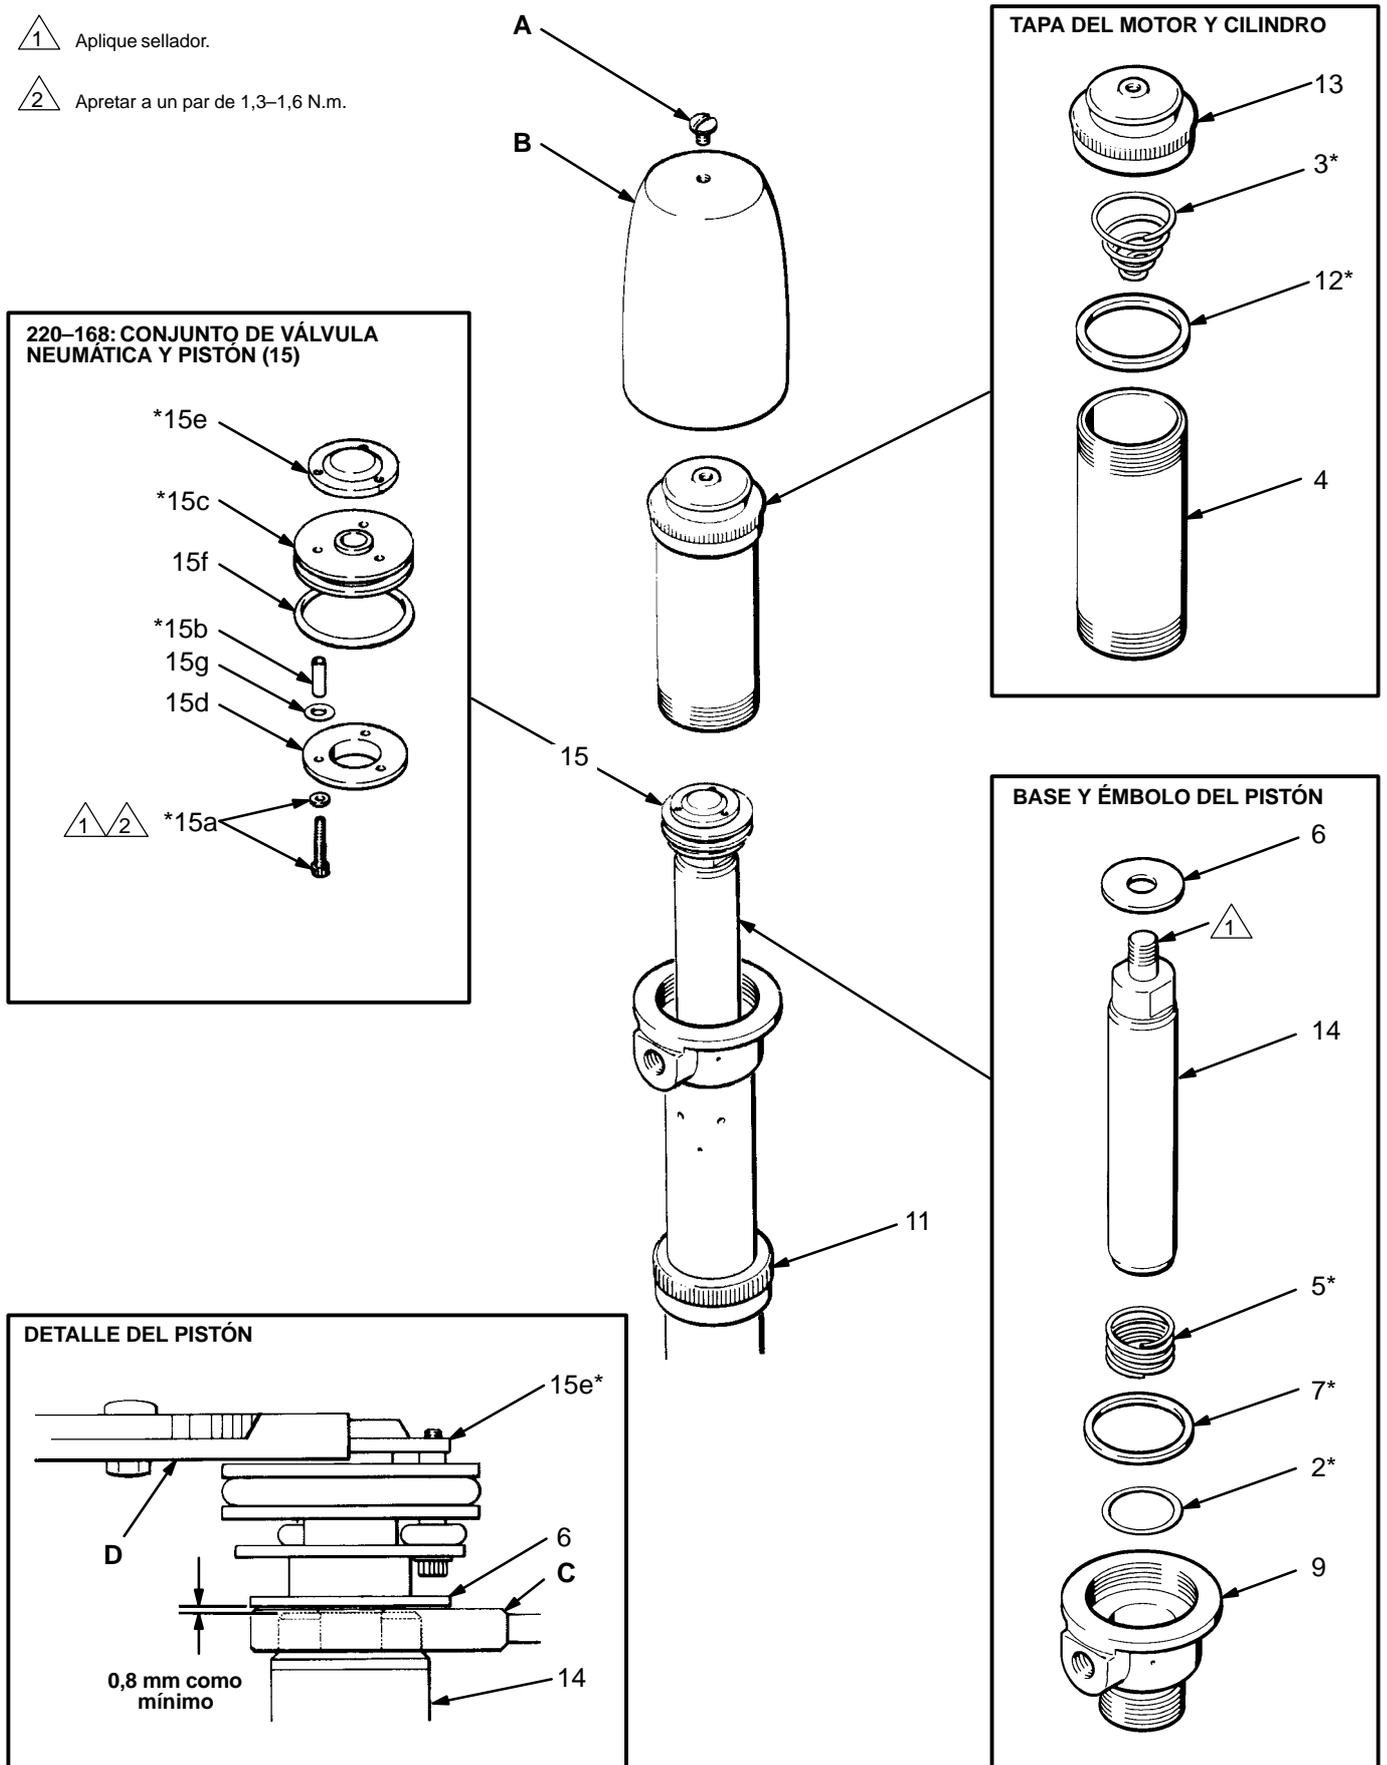

Fig. 2
1. Si su bomba está provista de una protección para el motor (B), desenrosque el tornillo de sujeción de la protección (A) y separe ésta del motor neumático. Vea la Fig. 2.
2. Desenrosque el cilindro (4) de la base del motor neumático (9) y sepárelo del pistón de aire (15).
3. Desenrosque la tapa del cilindro (13) del cilindro (4). Para sacar el muelle (3), apriete suavemente por debajo de la bobina, en la dirección de la espiral. Revise el muelle (3) y la junta (12) y reemplácelos si fuera necesario.
4. Para desenroscar el pistón del vástago, consulte el detalle del pistón, en la Fig. 2. Aplique unos alicates (D) en la placa de escape del aire (15e) y una llave (C) en el vástago del pistón (14).
5. Retire los tres tornillos de cabeza (15a) y desmonte el pistón (15). Limpie todas las piezas con un disolvente compatible y seque con aire. Compruebe los daños y el desgaste y, si fuera necesario, reemplácelo. Si algún espaciador de placa de la válvula (15b) estuviera dañado, reemplace los tres al mismo tiempo para mantener la holgura correcta entre las placas de la válvula (15d y 15e).
6. Saque la arandela (6), el muelle inferior (5), y la junta (7). Compruebe los daños y el desgaste y, si fuera necesario, reemplace.
7. Desconecte el vástago del pistón (14) de la varilla de conexión de la bomba y extraiga el vástago del pistón de la base del motor neumático (9). Saque la junta tórica (2\*). Inspecciónela y reemplácela si fuera necesario. Vuelva a conectar el vástago del pistón (14) y la varilla de conexión de la bomba.
8. Vuelva a instalar la junta (7\*), el muelle (5\*), y la arandela (6). Vuelva a montar el pistón (15). Aplique sellador de roscas a los tornillos (15a\*) y apriete un par de 1,3–1,6 N.m. Aplique sellador de roscas a las roscas del vástago del pistón (14) y enrosque cuidadosamente el pistón (15) en el vástago. Para el apretado final, consulte el paso 4 anterior y el detalle del pistón en la Fig. 2. Una vez instalado, debería haber una holgura de 0,8 mm, como mínimo, entre la arandela (6) y el resalte del vástago del pistón (14).
9. Vuelva a instalar el muelle (3\*) y la junta (12\*) en la tapa del cilindro (13) y enrosque ésta en el cilindro (4). Atornille el cilindro a la base del motor neumático (9).
10. Vuelva a instalar la protección del motor neumático (B) y fíjela con el tornillo de sujeción (A).